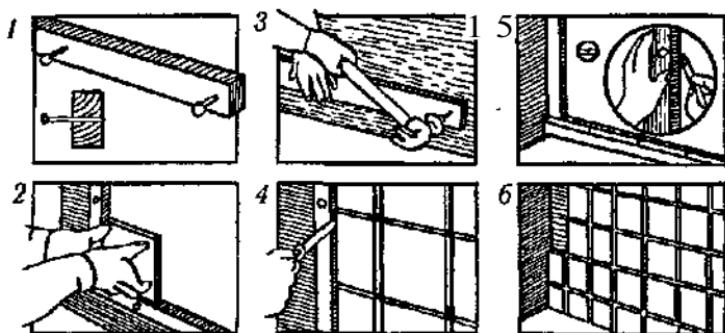

Рис. 105. Кладка плитки.
Кладка плитки (рис. 105). После разметки базовой линии готовят рейки: в **них** забивают гвозди (а в стену — дюбели) с интервалом 300 мм, причем острье должно едва выступать с противоположной стороны рейки (1).